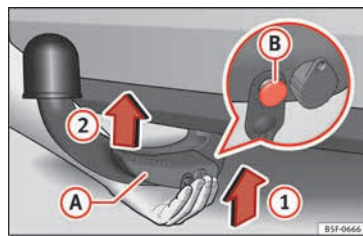

Fig. 223 Colocar bola desmontable / perno de desbloqueo en el estado desplegado
- Sujete la bola desmontable **desde abajo** » **fig. 223** y encájela en el alojamiento del gancho siguiendo el sentido de la flecha (1) hasta que se encastre de forma audible » ⚠.